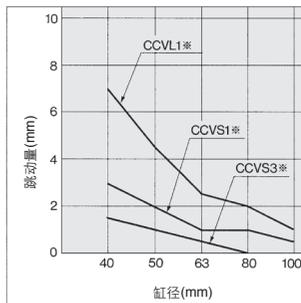

图5
- 在缸动作时，压力补偿机构伴随有图5所示的跳动量，应注意，所谓跳动就是缸失去控制，以比控制速度高的速度动作。